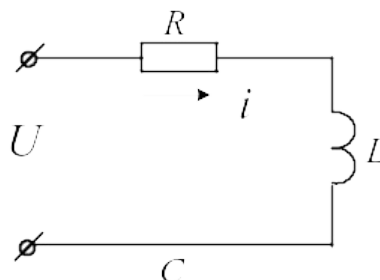

Рисунок 46
Задача 39. По катушке, индуктивность которой $L=12\text{мГн}$ и активное сопротивление $R=9\text{Ом}$ течет ток $i = 2 \sin 1000t (A)$ (рис.46). Чему равно мгновенное значение приложенного к цепи напряжения?